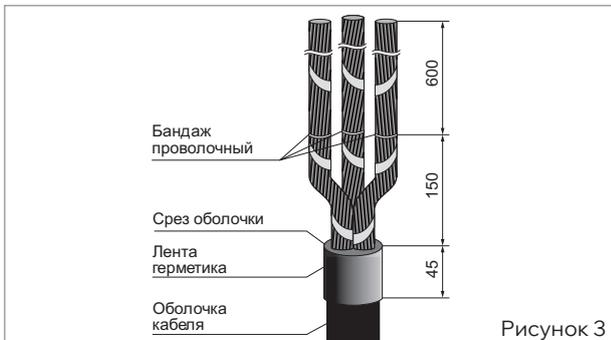

Рисунок 3
■ Обезжирить оболочку кабеля на расстоянии 100 мм от среза салфеткой, смоченной в бензине (растворителе). На оболочке кабеля лентой герметика выполнить намотку из 1–2 витков на длине 45 мм от среза (рис. 3). Размотать медную ленту экрана до бандажей и обрезать ее.